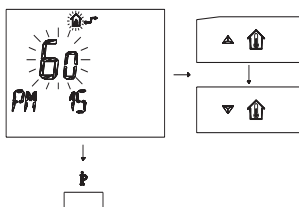

Figura 5.35 Remoto.
- 4 Modificare il **SET** programmato agendo sui pulsanti o fino a visualizzare un **set di 60**, aspettare che il numero programmato cominci a lampeggiare (**Figura 5.35**)